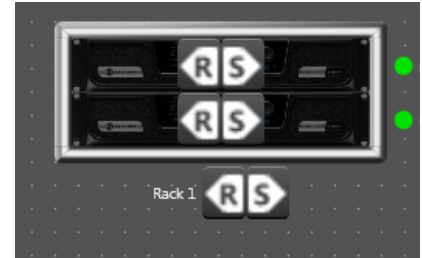

图32：发送与接收图标
- b. 如场地中所有设备均匹配，上线时将进入“同步场地”（Synchronize Venue）模式。在“同步场地”（Synchronize Venue）模式下，场地中每台设备均将显示接收（Receive）与发送（Send）图标；如添加了多台设备，则将以机柜样式显示所有设备（见图32）。“同步场地”（Synchronize Venue）模式下，只需一个点击，即可设置单台设备或机柜内所有设备的数据发送/接收。